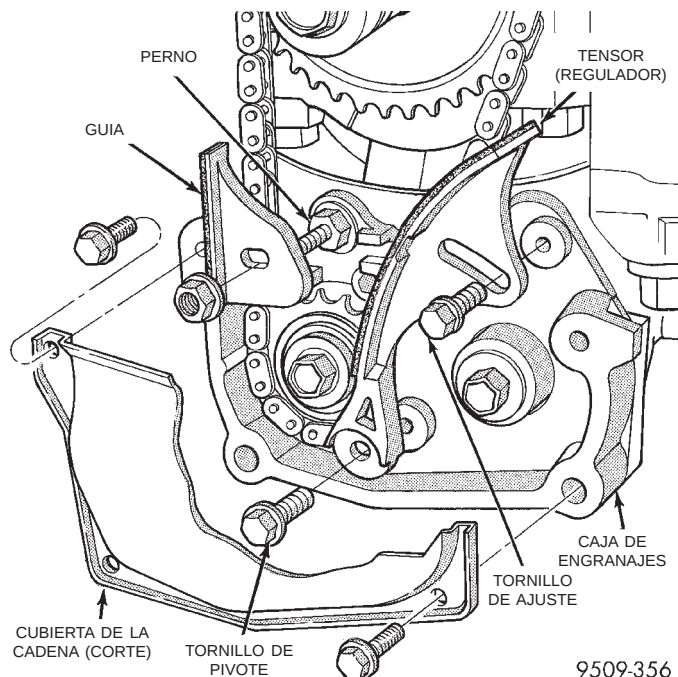

Fig. 40 Tensor, guía y cubierta de la cadena
(2) Retire el tensor, la guía y la cubierta de la cadena (Fig. 40). Para informarse sobre procedimientos de servicio que requieren sólo un cambio de emplazamiento temporal del conjunto, consulte Desmontaje del conjunto del portador.
(3) Retire el perno de retén de la caja de engranajes (de doble punta para retener también la guía de la cadena). Retire la cubierta y los engranajes del eje regulador (Fig. 40).